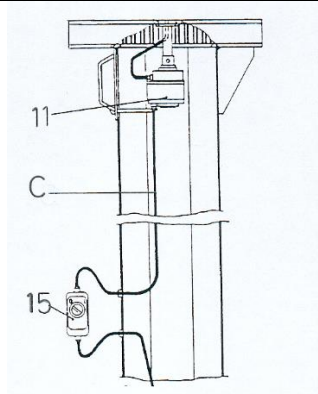

fig. 48
2. Collegare il cavo **C** del collettore rotante ai rispettivi morsetti dell'interruttore (**15**) di linea (fig. 48)